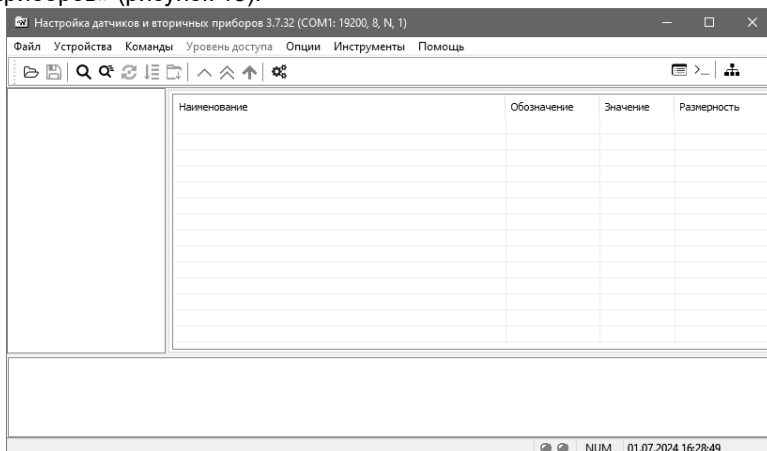

Рисунок 45 – Окно программы «Настройка датчиков и вторичных приборов»
- далее необходимо воспользоваться программой «Настройка датчиков и вторичных приборов» (рисунок 45).